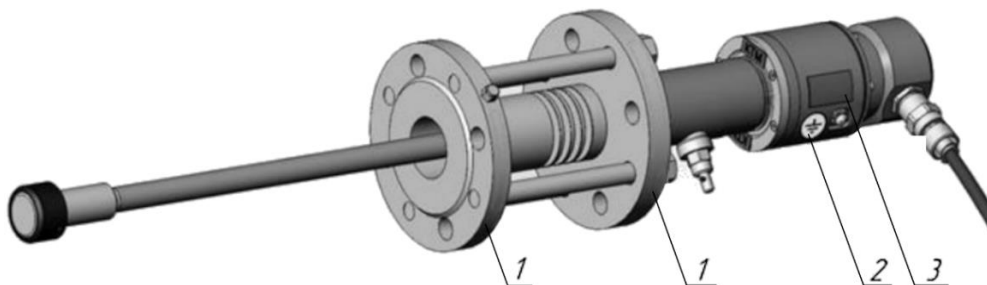

Рисунок 24 – Места маркировки приемопередатчика
- маркировка фланцев (поз.1, рисунок 24), метод маркировки: ударный;
- знак «Заземление» (поз.2, рисунок 24), метод маркировки: наклейка;
- маркировочная табличка (поз.3, рисунок 24).